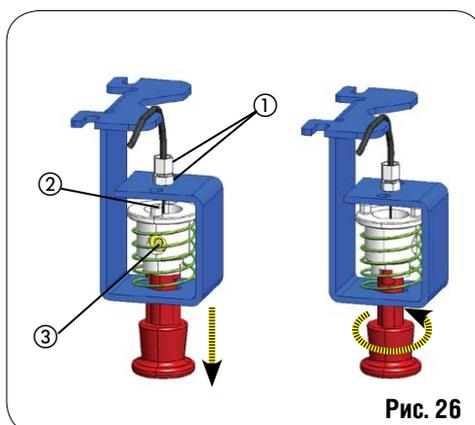

Рис. 26
- Закрутите регулятор, с помощью соответствующей контргайки как показано на рис. 26 поз. 1.
- Вставьте стальной кабель вовнутрь регулятора; уложите его внутри устройства расцепления (Рис. 26 поз.2).
- Закрепите стальной кабель зажимом и затяните винт (рис. 26 поз. 3).
- Соедините черную оболочку кабеля с регулятором (рис. 26 поз. 1).
- Заблокируйте кнопку, потянув и повернув ее на 90° удостоверившись, что она не вернется в исходное положение (рис. 26).
- Если необходима регулировка, используйте регулятор кнопки кронштейна (Рис. 26 поз. 1).